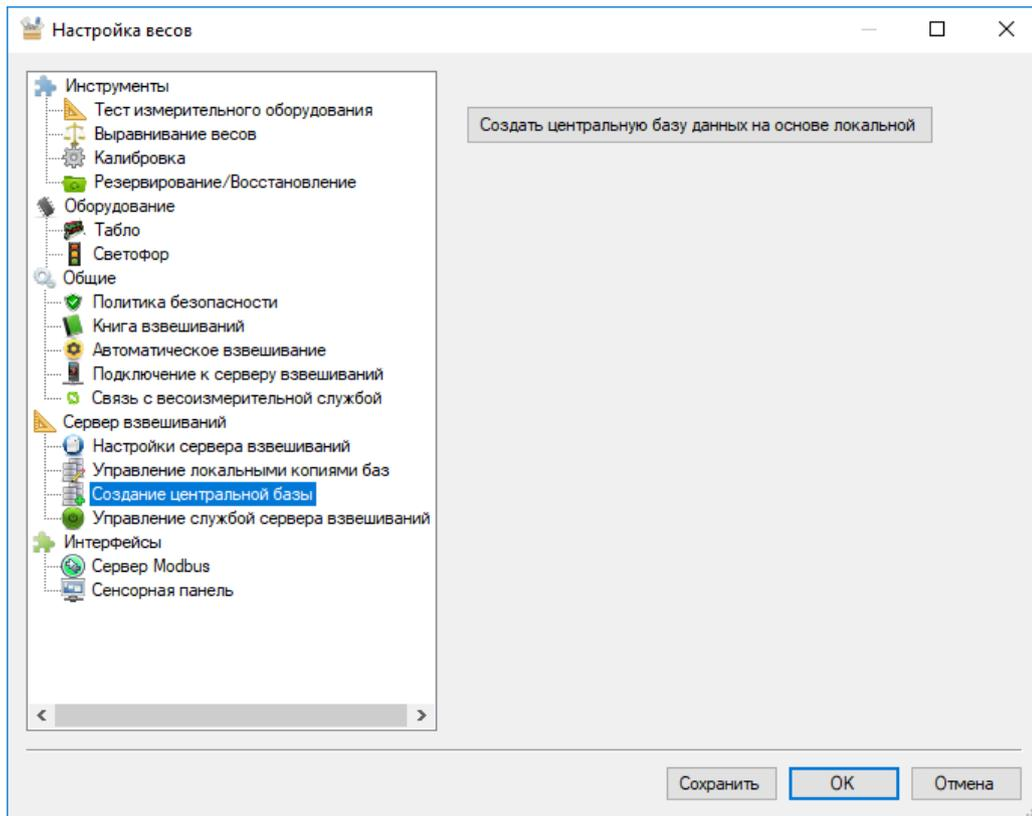

Рисунок 140 - Создание центральной базы
- Запустить программу «Настройка» и выбрать пункт «Создание центральной базы» (см. Рисунок 140).